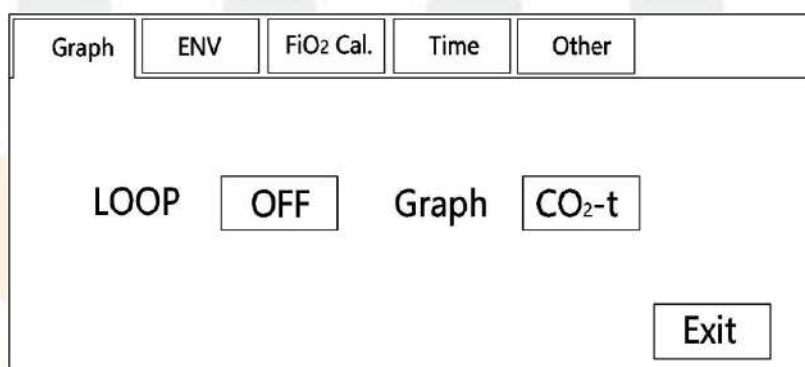

Fig.19 Superficie de ajuste del sistema
- Si necesita cambiar la configuración del sistema, toque "Tecla (ítem 10 en la fig.11) para ingresar a la superficie de configuración del sistema, ver fig.19.